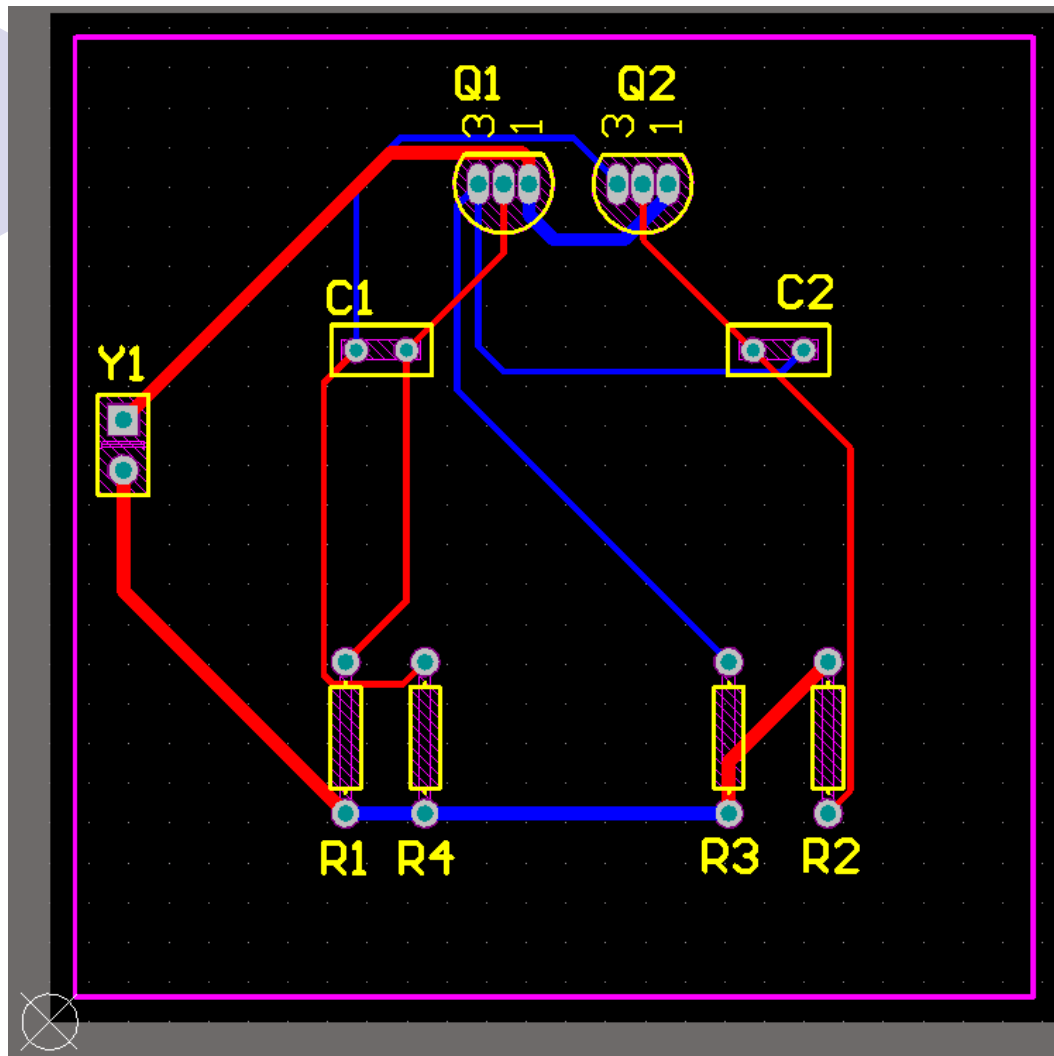

图3-43 导入3D实体PCB图
- 元器件封装本身存储有3D模型，用于在3D环境下渲染该元件。这里设计的板已经包含了器件的3D模型，板和元器件的3D模型可以在Altium Designer软件安装中的Examples / Tutorials / multivibrator_step文件夹中找到。方法：单击菜单File→Open选择 Examples / Tutorials / multivibrator_step/multivibrator_step.PcbDoc文件，导入3D实体的PCB如图3-43所示：